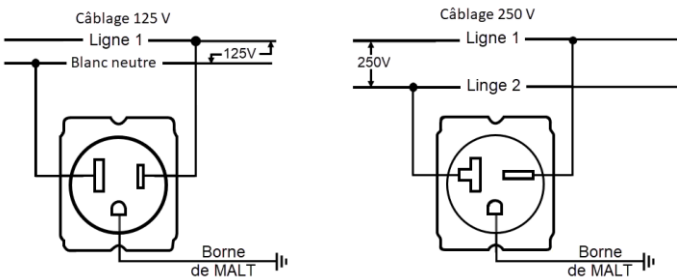

Fig. 6
2. Pour le schéma de câblage typique, voir Fig. 6 et tableau 1.